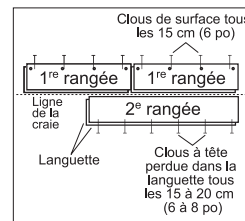

Figure 8
- Si une cloueuse pneumatique est utiliser pour enfoncer des clous perpendiculairement dans la rainure, à 13 mm (1/2 po) de la bordure, à des intervalles de 15 cm (6 po) et à 2,5 à 7,6 cm (1 po à 3 po) de chaque extrémité puis à un angle de 45° dans l'espace pour les clous sur le dessus de la languette à des intervalles de 15 à 20 cm (6 po à 8 po) (Figure 8).
- Si utilisant les clous de finition préà percé les trous de clou avec un foret de 2 mm (1/32 po) approximativement 13 mm (1/2 po) du bord du dos (le sillon), 2,5 à 7,6 cm (1 po à 3 po) de chaque fin, et à des intervalles de 15 cm (6 po) les intervalles. Préà percer au même intervalle, à un angle de 45° dans l'espace pour les clous sur le dessus de la languette (Figure 8). Enfoncer les clous perpendiculairement dans le côté de la rainure, là où des trous ont été pré-percés. Lorsque cela est fait, clouer à clous perdus à un angle de 45° dans la languette de la première rangée. Fixer avec des clous 6 ou 8d. Framer les clous pour qu'ils soient égaux avec la rainure. Utiliser un chasse-clou pour fraiser les clous et éviter de meurtrir le bois.